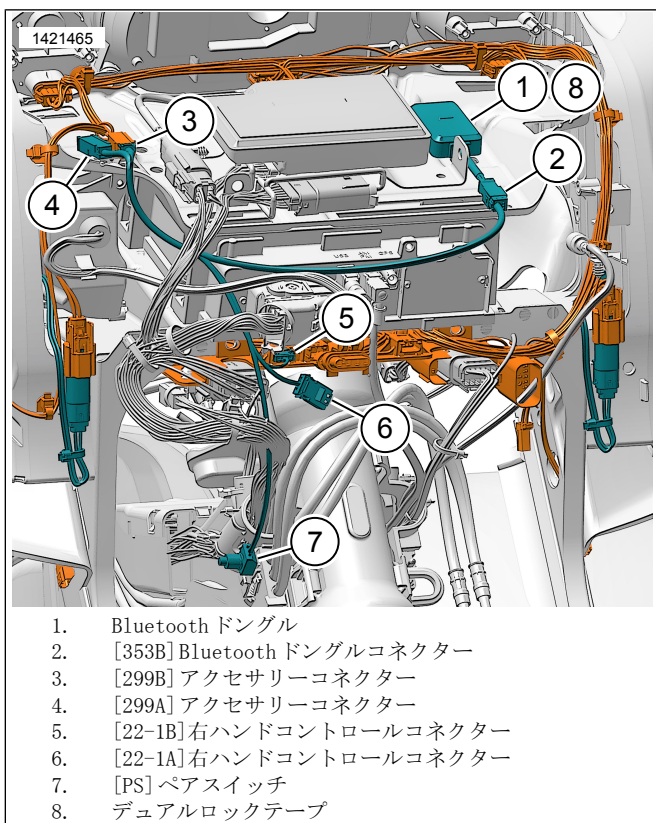

図14. フォークマウントフェアリングBluetooth Dongleハーネス (2014年-2016年)
1. 図14を参照してください。フェアリングの下でBluetooth ドングルハーネスを取り付けてルーティング設置します。